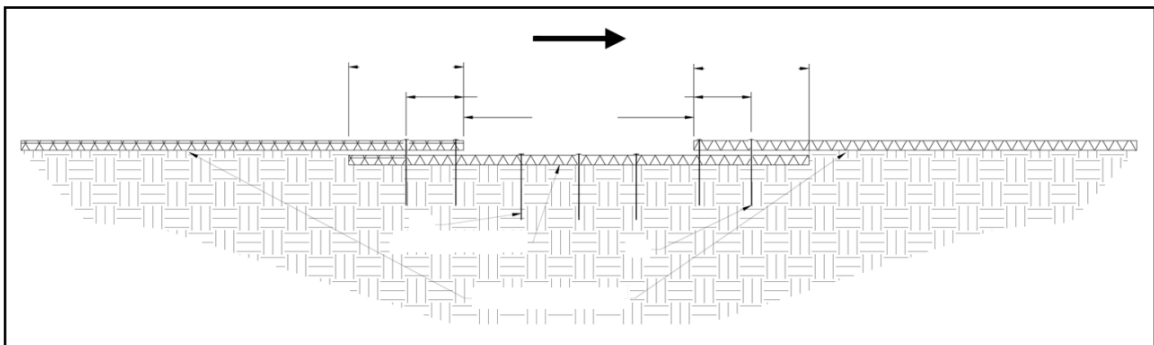
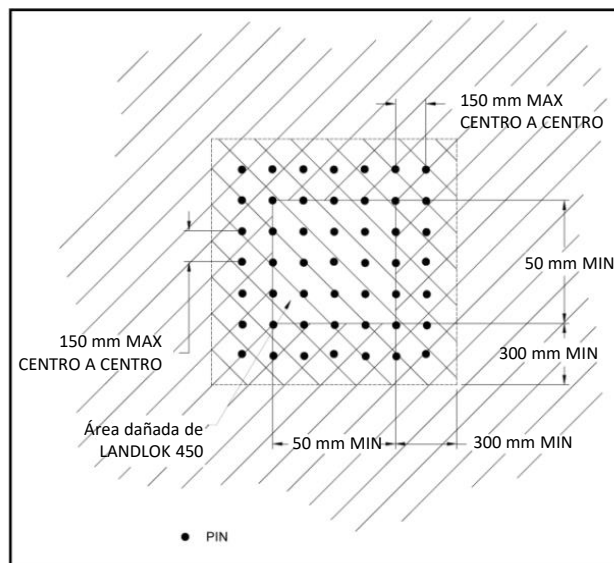

Figura 22. Sección transversal de parche de LANDLOK
Figura 23. Vista en planta de parche de LANDLOK
- A. **Aceptable (A)** – El área clasificada está en condiciones satisfactorias y aceptables, y funcionará según lo diseñado y previsto durante el evento de lluvia. LANDLOK no tiene bordes expuestos, se instala herméticamente manteniendo contacto directo con el canal superficie sin surcos debajo y tiene más del 90% de cobertura vegetal. No tiene daños visibles presentes.
- B. **Mínimamente aceptable (M)** – El área de clasificación tiene una deficiencia menor que necesita corregirse. La deficiencia menor no perjudicará seriamente el funcionamiento del área durante el siguiente evento de lluvia; sin embargo, la confiabilidad general del proyecto será menor debido a esta deficiencia menor. LANDLOK tiene una cobertura de vegetación del 75% con parches sin vegetación tan grandes como un metro cuadrado. Los bordes de LANDLOK están expuestos sin daños visibles. Ha ocurrido erosión mínima debajo del LANDLOK.
- C. **Inaceptable (I)** – La clasificación es insatisfactoria. La deficiencia es tan seria que el área no funcionará adecuadamente en el siguiente evento de lluvia. El LANDLOK se ha rasgado o levantado de la superficie del canal. Menos del 75% de la superficie está cubierta con parches sin vegetación mayores a 1 metro cuadrado, y si hay evidencia de que se haya presentado erosión por debajo del LANDLOK.
3. Para reparar LANDLOK, corte y remueva el área dañada en configuración cuadrada mínima de 60 cm x 60 cm. Remueva toda la vegetación y residuos sobre el LANDLOK. Afloje los primeros 2 a 5 cm de suelo y parche el área, después plante las semillas. La subrasante del área que será parchado deberá estar preparado para ser suave y uniforme y hacer la transición suavemente al área in-situ. Corte un parche cuadrado de LANDLOK de un mínimo de 30 cm mayor al área dañada por los cuatro lados del parche. Trasape el área parchada en todas las direcciones un mínimo de 30 cm. Los traslapes del parche deberán colocarse debajo del material LANDLOK dañado existente. (Figura 22 y Figura 23).